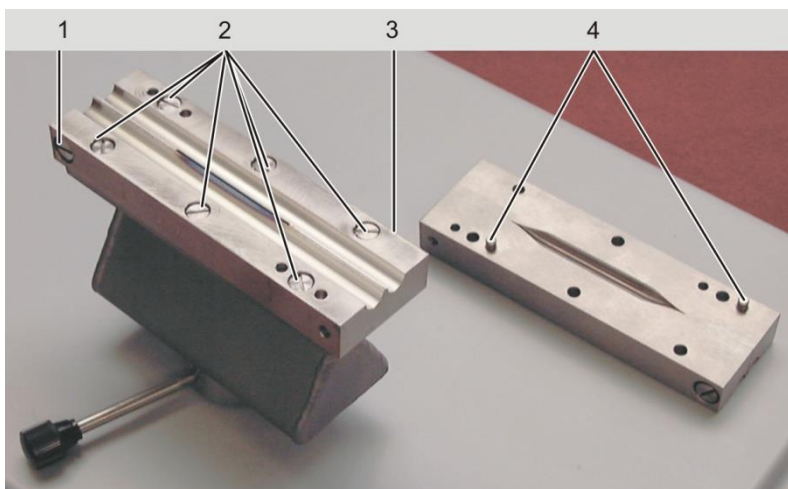

Рис. 63 Винтовые соединения горелки
1. Освободите фитинги (2 на Рис. 63) щечек горелки на теле горелки и снимите щечки.
2. Отделите фитинги щечек горелки один от другого (1 и 3 на Рис. 63).
- Прикрутите щечки горелки к ее телу. Опорные штифты (4 на Рис. 63) на горелке обеспечивают правильное их положение.